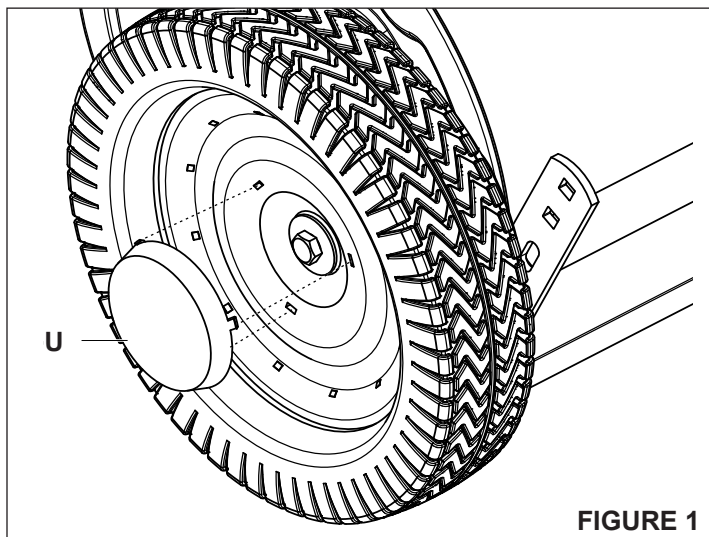
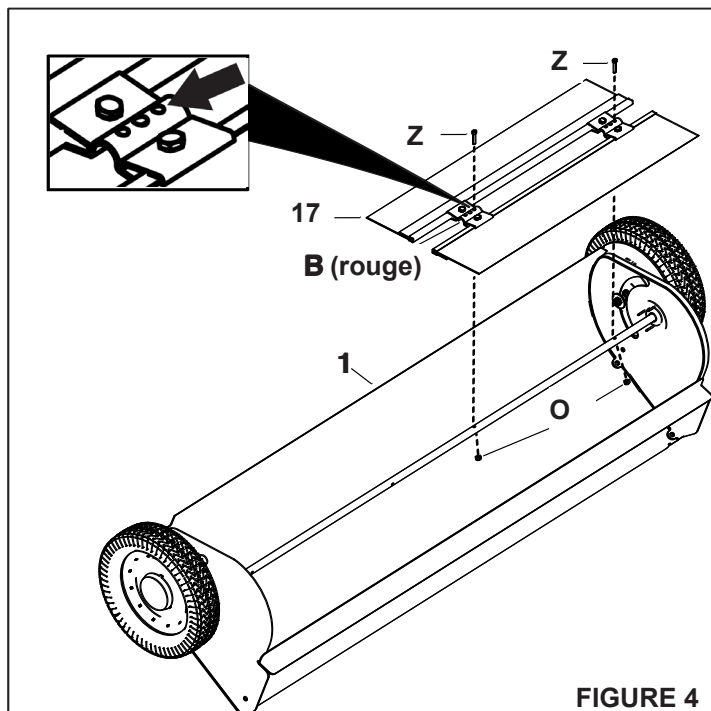

FIGURE 1
FIGURE 4
ÉTAPE 1: (VOIR LA FIGURE 1)
- Installez le capuchon de moyeu (U) sur la roue en alignant les languettes du capuchon de moyeu (U) avec les trous de la roue. Répétez cette étape pour l'autre roue.
ÉTAPE 4: (VOIR LA FIGURE 1)
- Placez les brosses de la balayeuse (17) sur l'arbre de la brosse de manière à ce que le dispositif de retenue rouge de la brosse soit positionné au centre de l'arbre.
- Posez les deux vis à tête creuse à six pans (Z) dans l'ensemble de brosse (17) et l'arbre de brosse en utilisant les trous extérieurs, comme le montre la figure 4.
- Fixez le tout à l'aide de deux écrous autofreinés (O), puis serrez la quincaillerie.